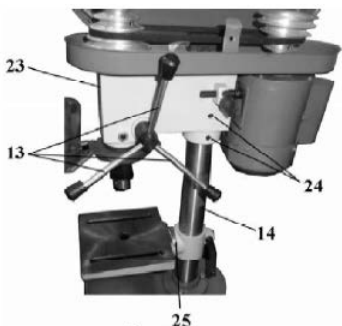

Рис. 4
9.4. Акуратно встановіть на колону (14) шпindelну головку верстата (23), Рис.4, попередньо послабивши гвинти фіксації (24), Рис.4 . Повертаючи шпindelну головку (23) на колоні (14), Рис.4, переконайтеся, що вона «сіла» до упору. Положення шпindelної головки зафіксуйте гвинтами фіксації (24), Рис.4.
- тріщини металоконструкції шпindelльної головки (23), Рис. 4;